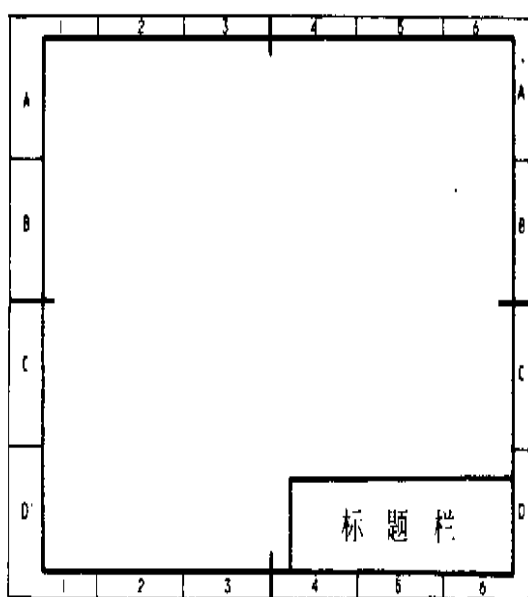
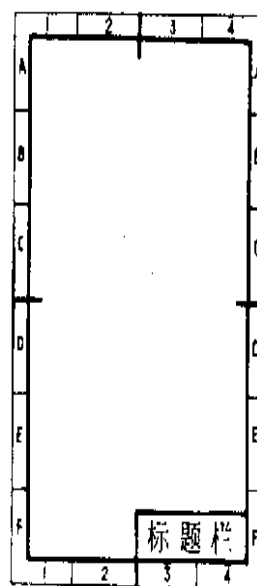

图 9
图 10
5.1 必要时图幅可分区，如图9、图10所示。
5.3 在分区内，按标题栏的长边方向从左到右用直体阿拉伯数字依次编号；按标题栏的短边方向从上到下用大写直体拉丁字母依次编号。编号顺序应从图纸的左上角开始，并在对应的边上重编一次（图9、10）。